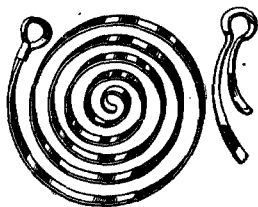

Рис. 64. Заводна пружина та новий замок до неї.
**Правило.** *Всі витки пружини повинні мати правильну спіральну форму без горбів і вигинів (рис. 64).*